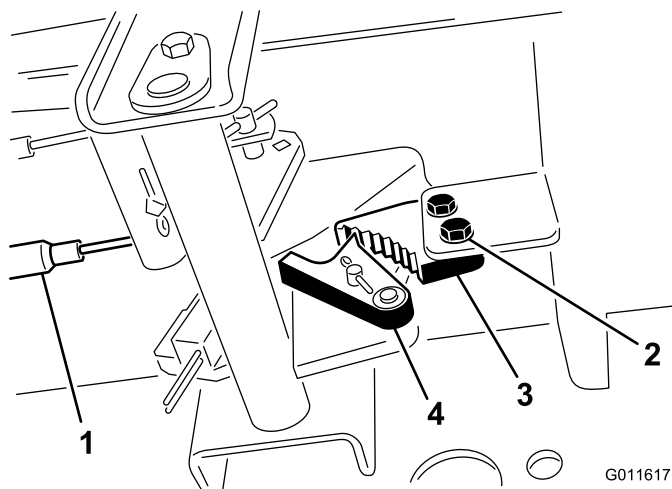

Рисунок 44
1. Ослабьте два винта крепления защелки стояночного тормоза к раме (Рисунок 44).
2. Нажмите педаль тормоза вперед, пока углубление тормоза не войдет полностью в зацепление с защелкой тормоза (Рисунок 44).